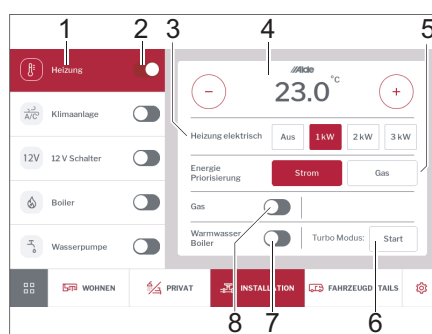

Bild 285 Värmesystem
- Med skjutreglaget (Bild 285,2) sätter du på och stänger av värmesystemet.
- Klicka på knappen *Värmesystem* (Bild 285,1). Värdena för Alde-systemet visas på kontrollpanelen. Läs kommentarerna i kapitel 10.2.4 och kapitel 10.4.
- Använd plus- och minusknapparna för att ställa in önskad rumstemperatur (Bild 285,4).
- Koppla på gasuppvärmningen med skjutreglaget (Bild 285,8).
- Koppla på varmvattenberedaren med skjutreglaget (Bild 285,7).
- Tryck på knappen *Starta turboläge* ((Bild 285,6).